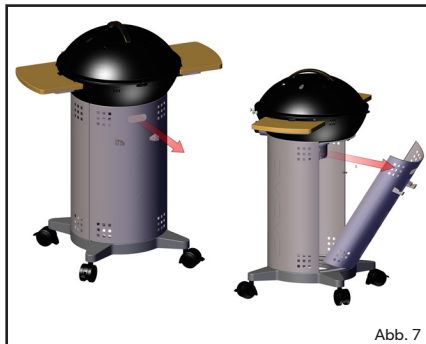
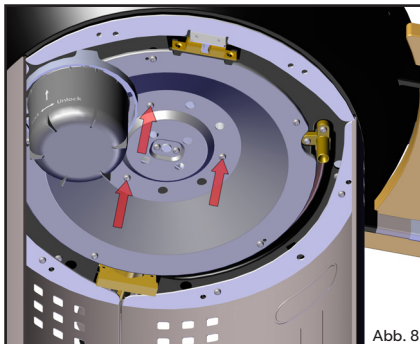
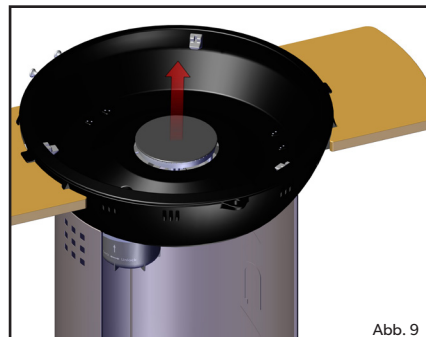
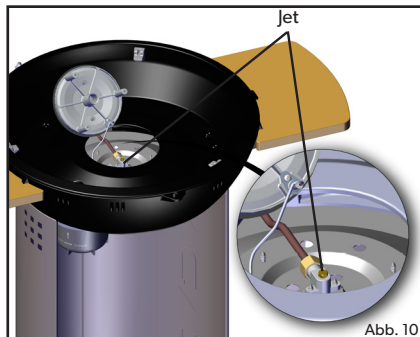

Abb. 7
Abb. 8
Abb. 9
Abb. 10
- Um die Düse zu tauschen ziehen Sie die Rückwand mit dem Griff heraus (Abb. 7). Entfernen Sie den Deckel, das Grillrost, den Topfständer sowie die anderen losen Gegenstände aus dem Gerät. Schrauben Sie nun die 3 Schrauben unterhalb des Gerätes ab, wie in Abb. 8 gezeit, dadurch wird der Brenner gelöst. Entfernen Sie den Brenner vorsichtig, indem Sie ihn herausnehmen (Abb. 9). HINWEIS, der Piezodraht ist am Brenner befestigt, bitte vorsichtig herausnehmen, ohne den Piezodraht zu beschädigen. Legen Sie den Brenner vorsichtig zur Seite (Abb. 10). Die Düse kann nun mit einem geeigneten Schraubenschlüssel entfernt werden. Verwenden Sie keine Zange, um die Düse nicht zu beschädigen. Schrauben Sie die neue Düse ein. Achtung, nicht zu fest drehen, um die Düse nicht zu beschädigen.